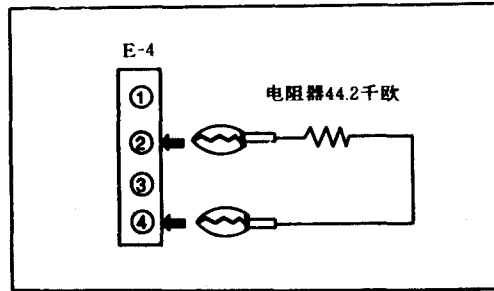

图 11
- 2) 同时将一个电阻器（42.2千欧）连接至E板上连接器E 4的插头②和①（如图11所示）。